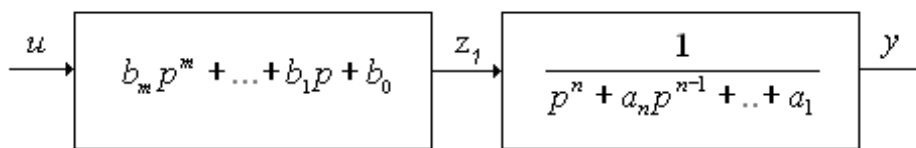

Рисунок 2.3. Структурное представление системы, соответствующее уравнению (2.6).
4. Представить (2.8) в виде цепочки из k интеграторов (рисунок 2.3), где n – порядок системы, и добавить выходную переменную y в соответствии со вторым уравнением (2.7);
1. Представить структурную схему в виде двух последовательных звеньев, соответствующих уравнению (2.6), обозначив переход через z (рисунок 2.3);